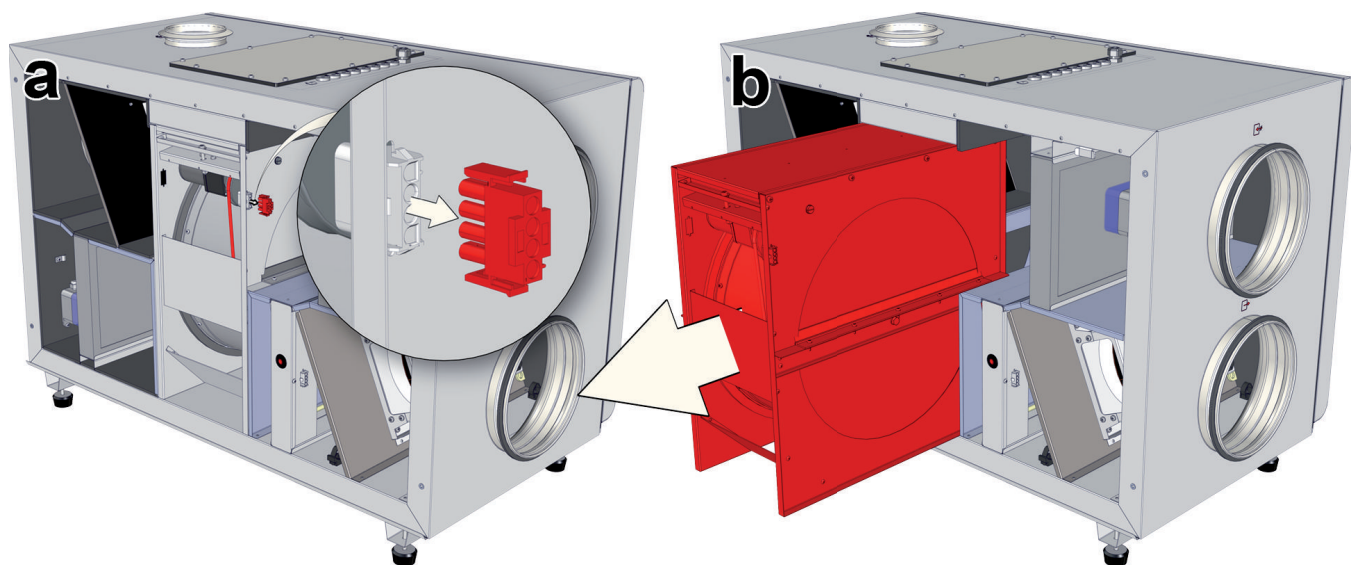

Рис. 17.1. Демонтаж регенератора LV-RACU 400, 700 H-V4-ECO.
- Извлеките регенератор, как показано на рис. 17.1–Рис. 17.2 (в зависимости от типоразмера вентустановки) и защитите двигатель регенератора от попадания жидкости.